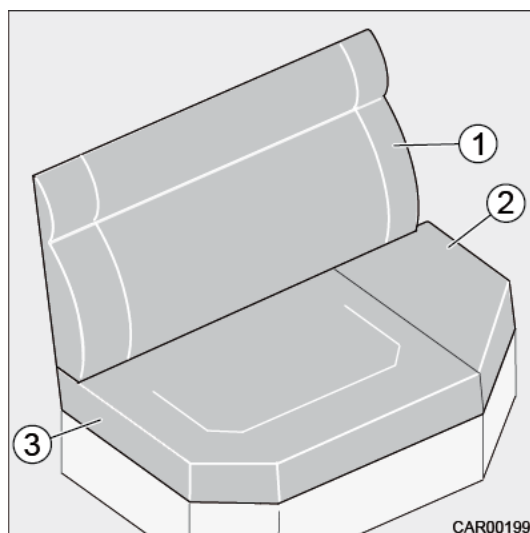

Fig. 19 Transformation de la banquette latérale
1. Enlever le coussin dossier (Fig. 19/1).
2. Enlever le coussin amovible (Fig. 19/2) du coussin d'assise (Fig. 19/3) et le ranger.